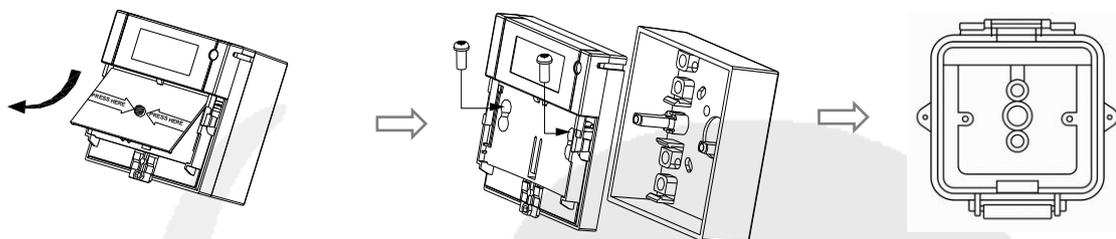

Fig. 4: Elemento de operação e parafusos de fixação
2. Remova o acrílico de operação. Depois, parafuse o corpo à caixa traseira com os parafusos CS3 x 30 fornecidos e após fixe o acionador a caixa IP 65 (Fig. 4):